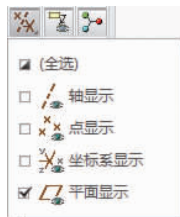

图 3-14 选择基准显示
- (1) 在图形工作区上部的图形工具条中单击“基准显示过滤器”工具图标,然后勾选“平面显示”,禁用所有其他基准显示,如图 3-14 所示。